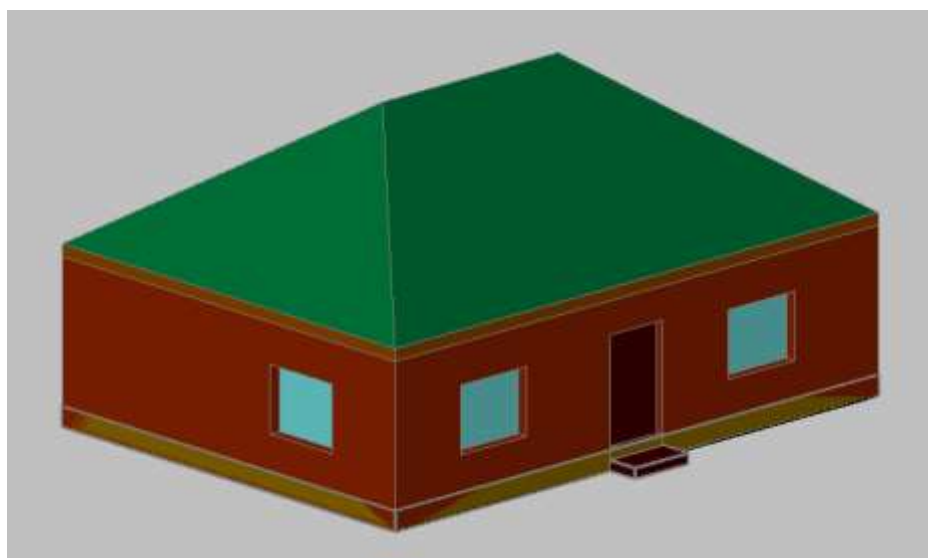

Рис. 33
16. В Концептуальном стиле это выглядит следующим образом (Рис. 33):